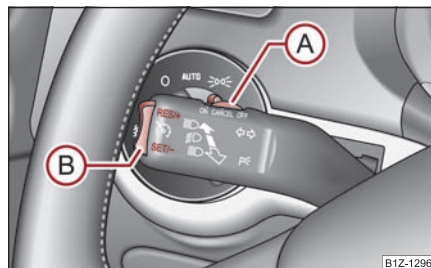

Fig. 152 Palanca de mando: Balancín y conmutador del sistema regulador de la velocidad
- Pulsar el conmutador (A) ⇒ fig. 152 desplazándolo a la posición **ON**.
- Tras alcanzar la velocidad deseada, presione el balancín (B) a la posición **SET**.
- Puede **aumentar** la velocidad memorizada, sin accionar el pedal acelerador, presionando el balancín **(B)** ⇒ fig. 152 a la posición **RES**.
La **reanudación** de la velocidad memorizada se efectúa al soltar el pedal de freno o de embrague, en vehículos con cambio automático sólo tras soltar el pedal de freno, y después de presionar brevemente el balancín **(B)** ⇒ página 134, fig. 152 a la posición **RES**.
- Pulsar el conmutador **(A)** ⇒ página 134, fig. 152 desplazándolo a la posición **OFF**. ■